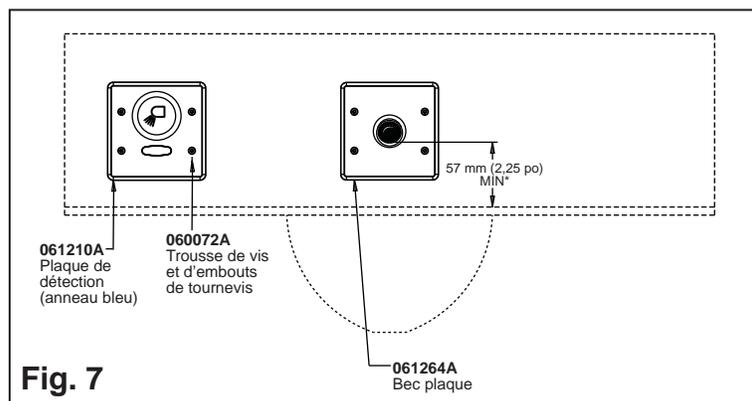

Fig. 7
- Installer la plaque de détection sur le boîtier de la robinetterie brute à l'aide de la trousse d'embouts de tournevis et les vis fournies (060072A). Pour une bonne étanchéité, les plaques doivent être installées au ras du mur achevé. La surface du mur achevé doit être lisse, plat et exempt d'obstructions. Se reporter à la figure 7.